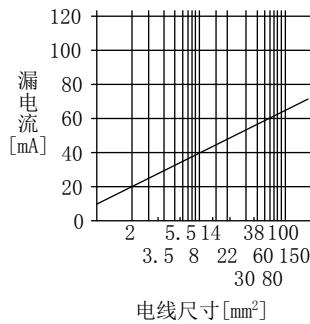

图11.2 CV电缆金属接线时的每1km的漏电流示例（I_{g1}，I_{g2}）
- I_{g1}: 从漏电断路器至伺服放大器输入端子为止的电路漏电流（从图11.2得出）
- I_{g2}: 从伺服放大器输出端子至伺服电机为止的电路的漏电流（从图11.2得出）